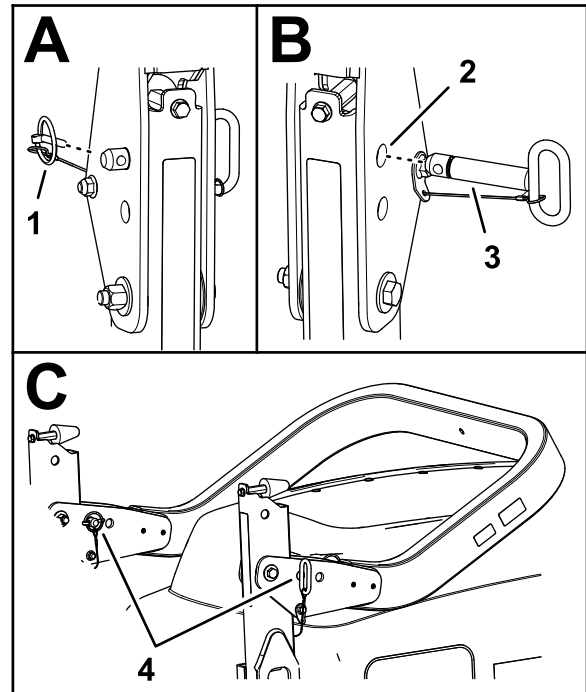

Bild 51
2. Entfernen Sie die Klappstecker, mit denen die Überrollbügelstifte auf beiden Seiten des Überrollbügels befestigt sind (Bild 51).